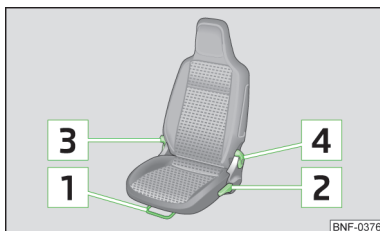

Fig. 36
- Trageți în sus de maneta **1** » fig. 36 și deplasați scaunul în poziția dorită.
- Dacă doriți să ridicați scaunul, ridicați maneta **2** » fig. 36 în sus, respectiv pompați.
- Scoateți de sub sarcină spătarul (nu vă rezemați), trageți maneta **3** » fig. 36, resp. **4**¹⁾ și setați cu spinarea înclinarea dorită a spătarului.
- Trageți maneta **3** » fig. 36, resp. **4** și rabatați spătarul înspre înainte. Trageți în același timp scaunul în față.